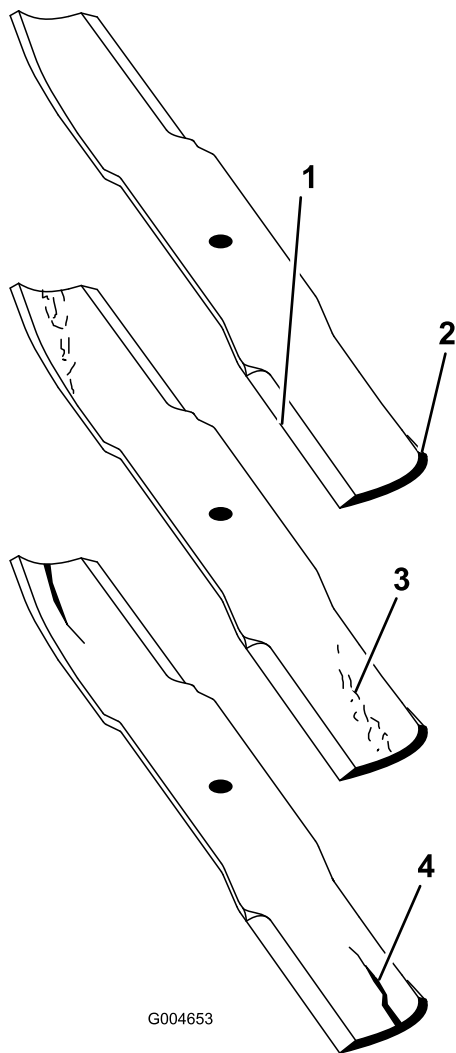

Figure 65
1. Examinez le tranchant des lames (Figure 65). Si les lames ne sont pas tranchantes ou si elles présentent des indentations, déposez-les et aiguissez-les (voir Aiguisage des lames).
2. Inspectez les lames, surtout la partie relevée (Figure 65). Remplacez immédiatement toute lame endommagée, usée ou qui présente une entaille (Figure 65).